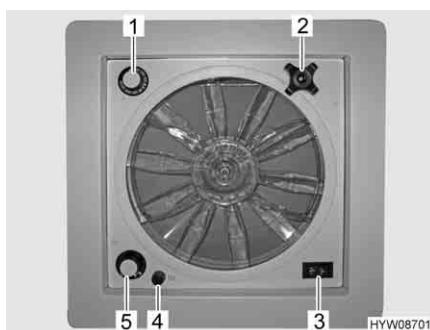

Fig. 38 Oblò con ventilatore
▷ Un fusibile da 4 A (Fig. 38,4) protegge da sovraccarico il motore del ventilatore. Se si verifica un sovraccarico: Individuare per prima cosa la causa (ad es. il ventilatore è sporco), poi sostituire il fusibile.
Apertura oblò: ■ Ruotare la maniglia girevole (Fig. 38,2), finché non si raggiunge l'angolo di apertura desiderato.
Aerazione/sfiato: ■ Portare l'interruttore a levetta (Fig. 38,3) su "Aerazione" (flusso d'aria dall'esterno verso l'interno) o "Sfiato" (flusso d'aria dall'interno verso l'esterno).
Spegnimento del ventilatore: ■ Portare l'interruttore a levetta (Fig. 38,3) sulla posizione centrale.
- Posizionare l'interruttore girevole (Fig. 38,5) sul grado desiderato:
- Ruotare il termostato (Fig. 38,1) fino alla battuta in direzione "blu".